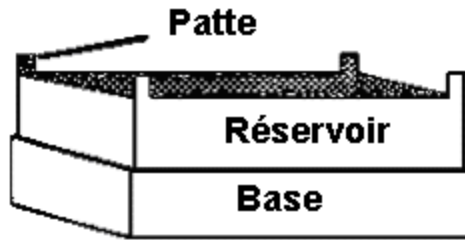

Figure 4
4. Coupez en suivant cette ligne et en gardant quatre pattes à chaque coin (figure 4).